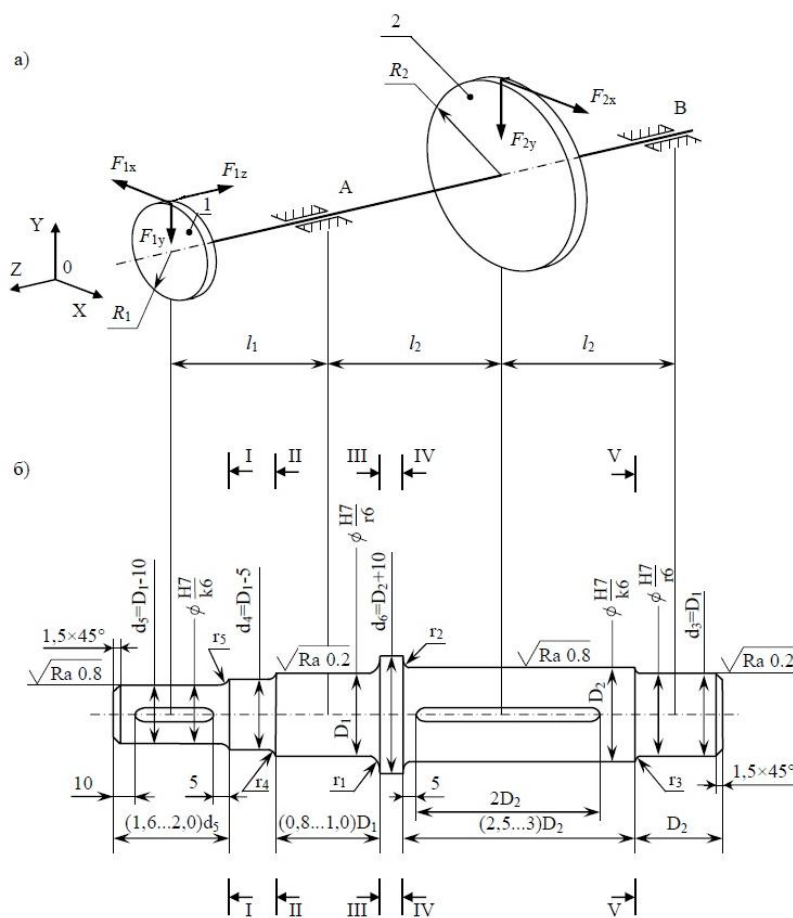

Рис.1
Для промежуточного вала редуктора (рис. 1) требуется:
- 6) назначить геометрические размеры вала на основе рекомендаций, указанных на рис. 1;